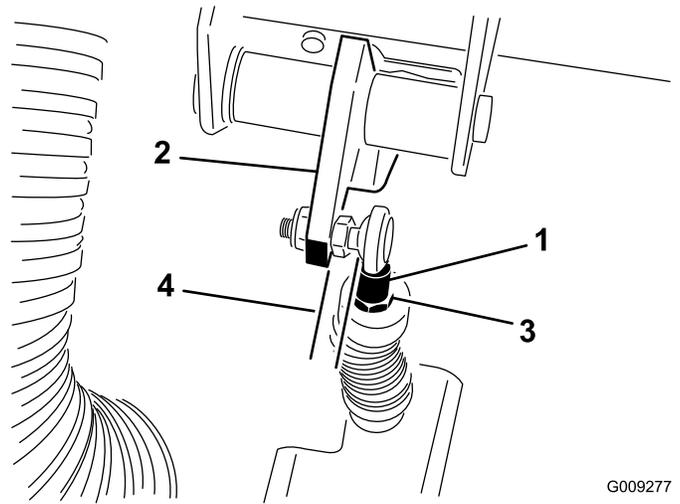

図 71
**重要** ジャムナットを締めた後、ロッドの端部がねじれずにぴったりボールに当たり、クラッチペダルと平行になっていることを確認してください (図 71)。